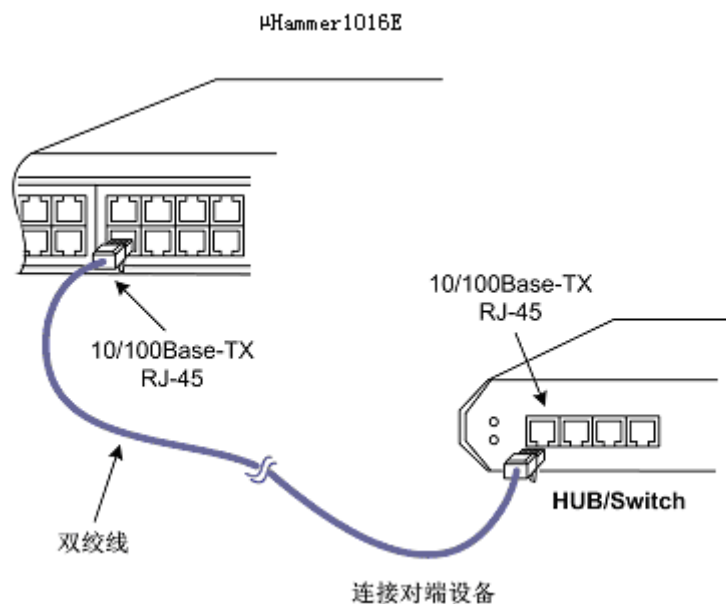

图 3-7 10/100Base-TX 接口的连接方法
**【连接方法】**使用一根 3 类、4 类或者 5 类非屏蔽双绞线（UTP）或屏蔽双绞线（STP），两端均使用 RJ-45 连接器。其中一端连接交换机的 10/100Base-TX 接口，另一端连接局域网中的其他以太网兼容设备或计算机的 10/100Base-TX 接口。参考图 3-7：